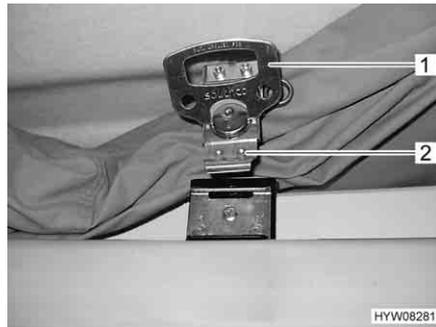

Fig. 39 Serratura rapida, aperta
- Eseguire mezza rotazione in senso antiorario sui due lati della maniglia (Fig. 39,1) della serratura rapida (Fig. 39,2). Il bloccaggio si sblocca. Il tetto a soffietto si sposta di un pezzo in alto e rimane in questa posizione.